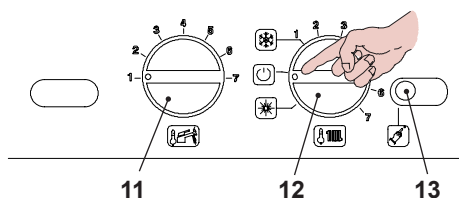

Fig. 6.7
- Spegner la caldaia portando il selettore di funzione 12 sulla posizione "OFF" come in Fig. 6.7.